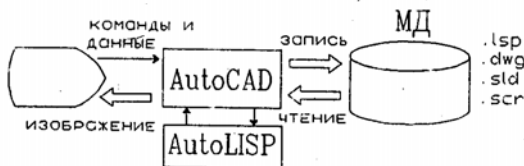

Рис. 5.20. Создание чертежа по программе на AutoLISP
2. Включение в чертеж ранее подготовленных фрагментов типовой конфигурации, на которых присутствуют размерные линии без конкретных размеров. Значения размеров автоматически проставляются в определенных местах чертежа после их ввода в диалоге с пользователем, либо — передачи из расчетной программы, подготовленной, например, на языке AutoLISP (рис.5.20).